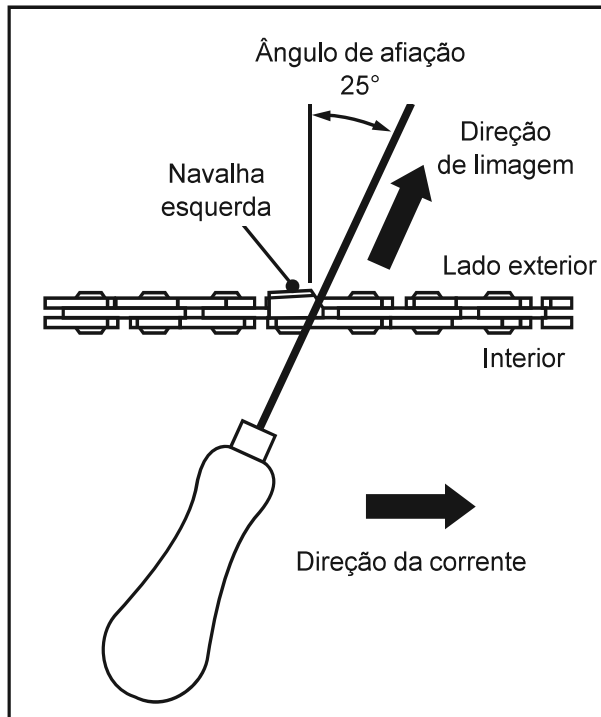

Fig. 66
5. Lime num ângulo perpendicular à guia e num ângulo de 25° em relação à direção de deslocamento (Fig. 66).